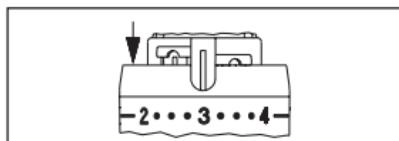

Fig. 9
2. Deslice los clips limitadores fuera de su posición original e introduzcalos en los orificios inmediatamente anterior y posterior del valor "3" (fig. 9).